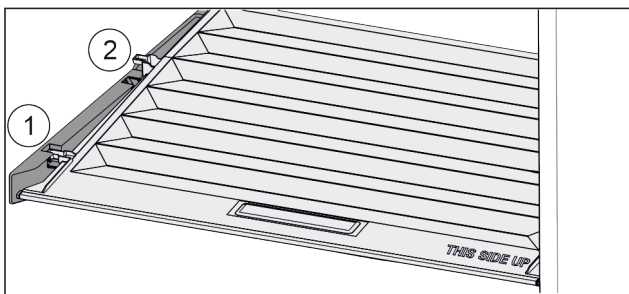

Fig. 67
- ▶ Tirer le couvercle vers l'avant jusque dans l'orifice des pièces de retenue Fig. 67 (1).
- ▶ Le soulever par le bas à l'arrière et le sortir par le haut Fig. 67 (2).